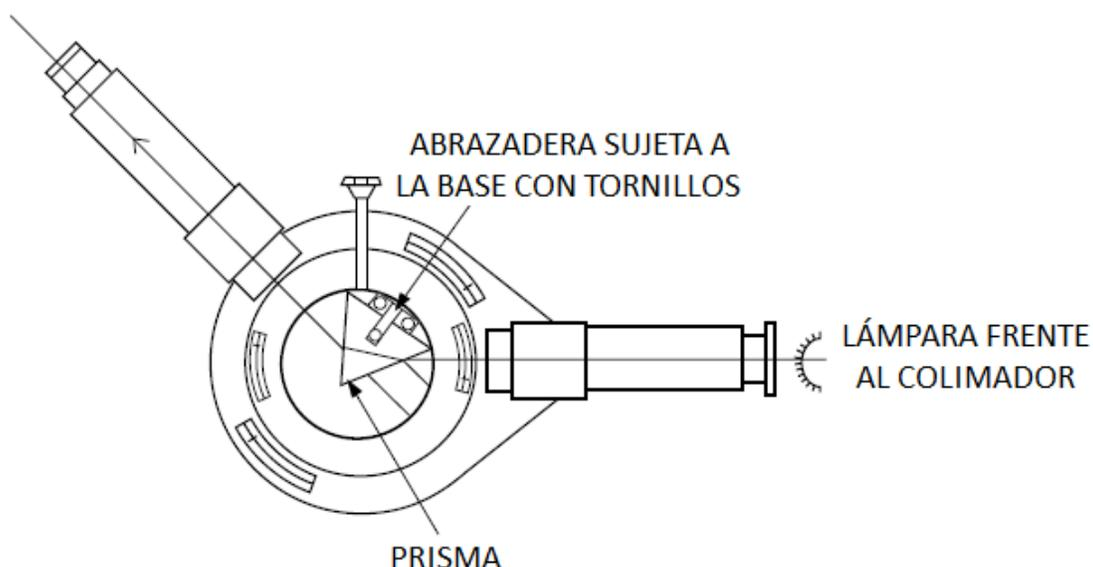

Figura 3: posición y fijación del prisma a la base del espectrómetro
3. Use los dos tornillos de la base del espectrómetro para fijar el prisma y su abrazadera, de manera que la base quede como muestra la Figura 3.